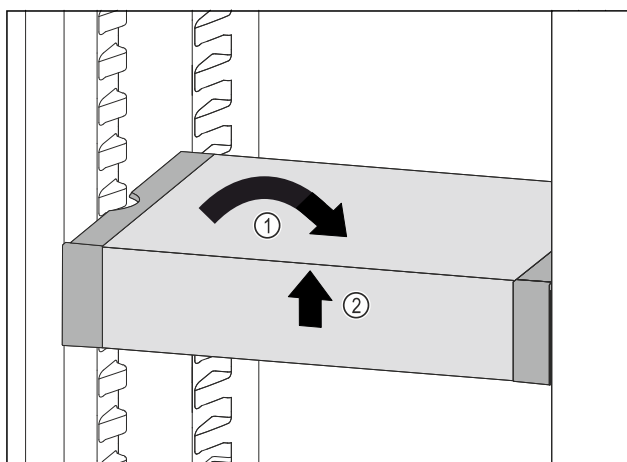

Fig. 138
- ▶ Установите VarioSafe прямо. Fig. 138 (1)
- ▶ Приподнимите VarioSafe спереди. Fig. 138 (2)